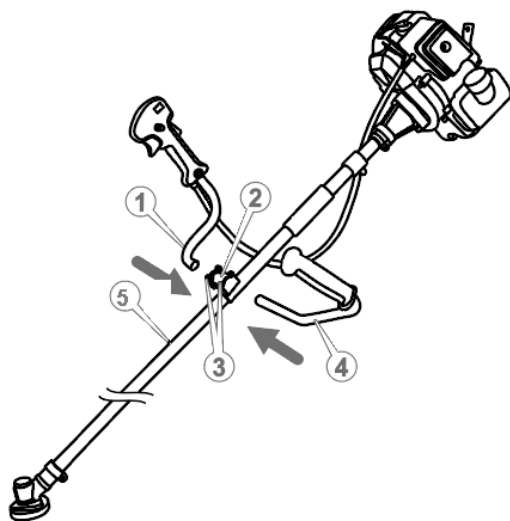

Рисунок 3. Схема встановлення руків'їв виробу.
– на кронштейні (2, рис. 3) викрутити шестигранним ключем чотири гвинти (3, рис. 3) і роз'єднати його;
– встановити верхню і нижню частини кронштейна (2 рис. 3) на «штангу» (5, рис. 3) і з'єднати так, щоб частини руків'я вільно входили в отвори кронштейна;
– розташувати кронштейн таким чином, щоб руків'ями було зручно керувати мотокосою, а трос (11, рис. 1) керування дроселем і запалюванням був послаблений, та затягнути до упору гвинти (3, рис. 3). Перевірити надійність кріплення руків'їв – прокручування в кронштейні не допускаються.